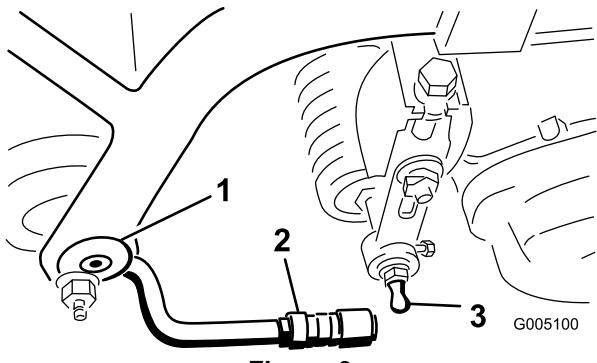

Figura 9
2. Montate una rondella ed un prigioniero a sfera su ciascun lato del rullo anteriore degli apparati di taglio (Figura 9).
4. Fate scorrere indietro il manico sul giunto sferico e ruotate il braccio di traino verso il basso in modo che l'attacco si agganci sul prigioniero a sfera. Rilasciate il manico in modo che scorra sul prigioniero e blocchi l'intero gruppo (Figura 9).